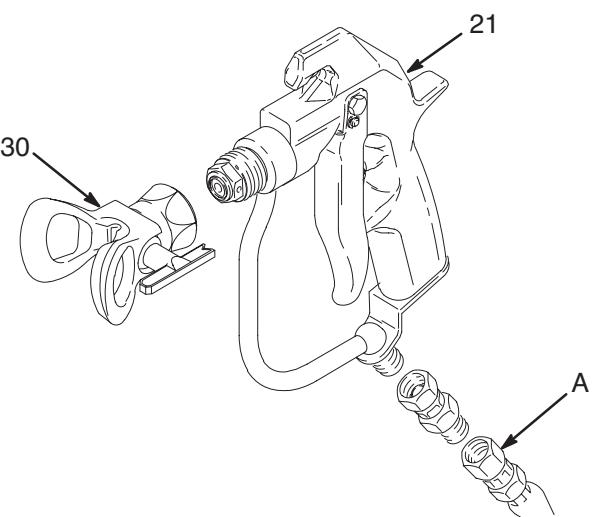

Рис. 6
- Отсоедините шланг для жидкости (A). Снимите защитную насадку наконечника (30). Выкрутите винт пружины (21) примерно на 7 мм для сброса давления пружины. См. Рис. 6.